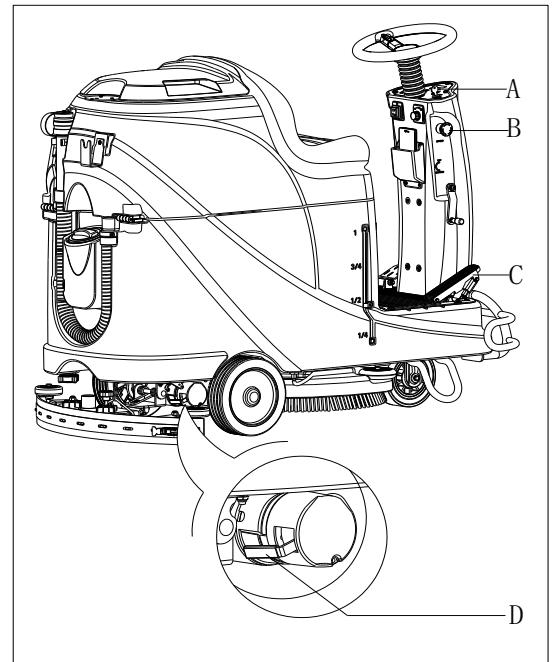

Figure 9
1. Tourner la clé de contact (A, Figure 9) vers « marche »
2. Appuyer légèrement sur la pédale d'accélération (24) puis arrêter afin de vérifier si la machine peut être dirigée vers l'avant et arrêtée.
3. Pour assurer la sécurité, confirmer si la machine peut être arrêtée immédiatement en appuyant sur le bouton d'urgence (B). Tourner le bouton d'urgence pour le réinitialiser.
- Frein débloqué-la poignée de frein (D, Figure 9) se trouve au-dessus.